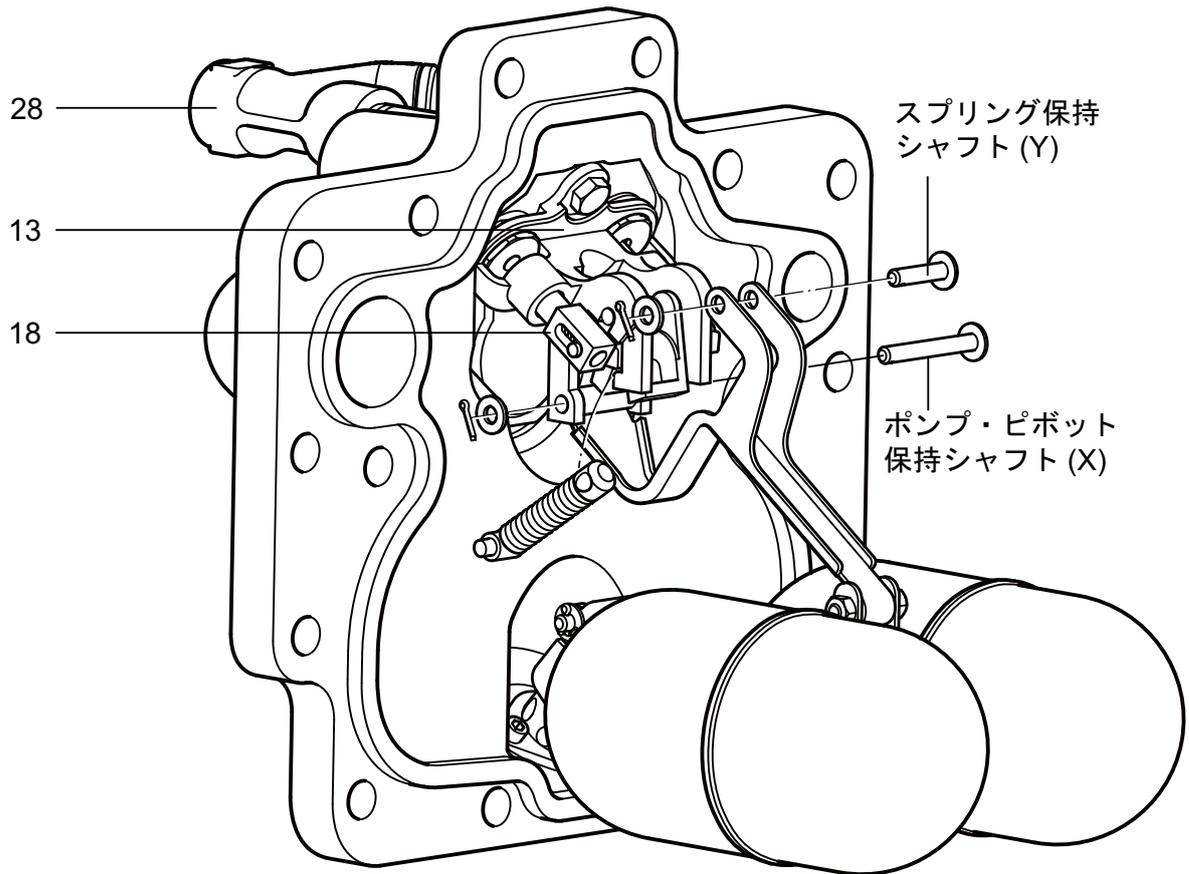

図 20. APT14 型図示
4. スプリット・ピン、ワッシャーおよびシャフト(X及びY)をスプリングの上部ピボット及びポンプ・ピボット(図20を参照)から取り外します。
7. 小さな排気弁用コンプレッション・スプリングを紛失したり傷つけないよう注意して、アクチュエーター・アームの舌部(図20の部品番号24)から排気弁を取り外します。
16. 駆動供給のストレーナー(100メッシュのスクリーン付)が駆動供給接続に取り付けられていることを確認します。(部品番号28、図20)